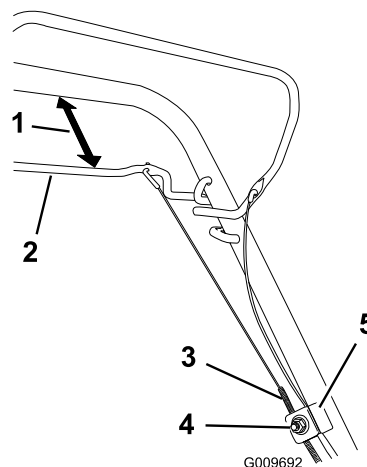

Figura 29
- Allentare il dado del supporto cavo (Figura 29).
- Mantenete la barra della trazione automatica a una distanza compresa tra 25 e 38 mm dalla stegola (Figura 29).
- Abbassare la guaina del cavo (verso il tosaerba) fino a tendere il cavo (Figura 29).